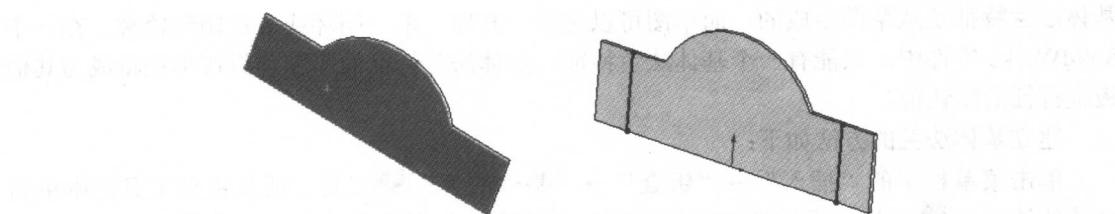

图 1-4 选择绘制草图基准面，绘制草图
(1) 单击菜单栏中的“插入”→“钣金”→“绘制的折弯”工具，或单击钣金工具栏中的“绘制折弯”工具，系统要求选择绘制好的草图，如果没有绘制好的草图就选择“绘制草图基准面”进入草图绘制。这里选择“基体法兰 1”的上表面(深色)作为绘制草图的基准面，单击→，用“直线”工具绘制出两条竖线，如图 1-4 所示。单击图标按钮退出草图绘制。